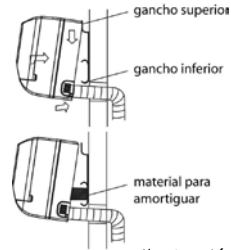

Ilustración 32
4.3. La instalación de la tubería puede ser realizada levantando la unidad interior con un material que amortigüe entre la unidad interior y la pared. Quitar este material al terminar la instalación. (Ilustración 32)